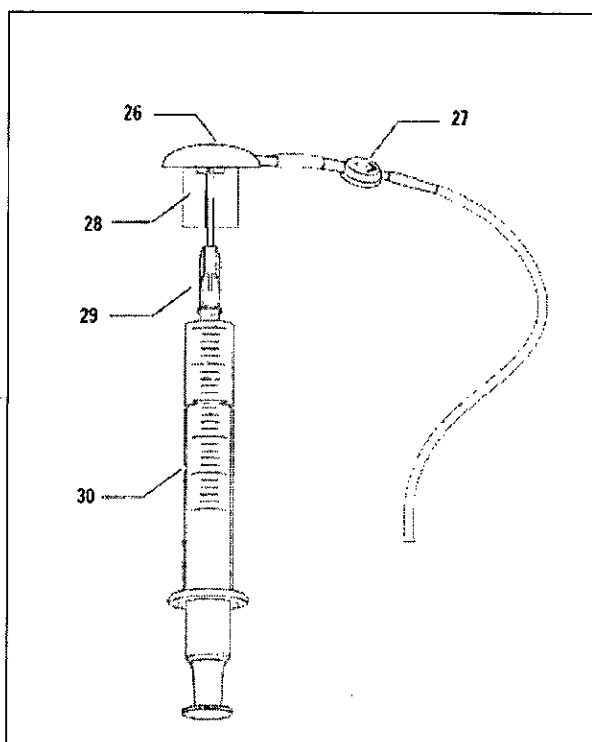

Fig. 24
1. Acoplar el adaptador translúcido de prellenado a la entrada de la cúpula del reservorio (fig. 24).